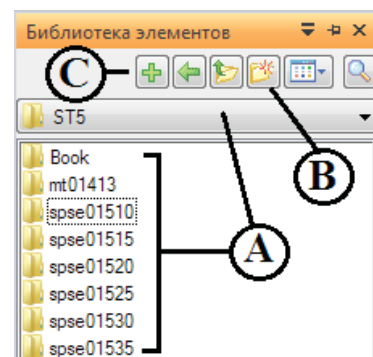

Рис. 2.6.1. Вкладка Библиотека элементов
В состав ряда деталей входят повторяющиеся конструктивные элементы. Чтобы ускорить и упростить проектирование таких деталей, желательно обладать механизмом, который позволял бы создавать повторяющиеся элементы один раз, а затем многократно вставлять их в различные модели. Аналогично можно подготовить набор стандартных или часто применяющихся деталей для последующей вставки в различные сборки. Такой механизм реализуется в Solid Edge с помощью пользовательских библиотек, а управление ими осуществляется с помощью вкладки **Библиотека элементов** (рис. 2.6.1). В данном разделе будет кратко рассмотрена работа с библиотеками применительно к синхронной технологии.
Физически библиотека элементов – это локальная или сетевая папка на компьютере. В качестве папки можно использовать существующую, выбрав ее в проводнике библиотеки (рис. 2.6.1, А), либо создать новую папку с помощью кнопки **Создать папку** (В). В папках, выбранных в качестве библиотечных, не должны храниться другие документы Solid Edge.
- нажать кнопку **Добавить запись**  (рис. 2.6.1, С) либо вставить предварительно скопированные в буфер элементы (щелкнуть ПКМ на свободном пространстве вкладки **Библиотека элементов** и выбрать команду контекстного меню **Вставить**);